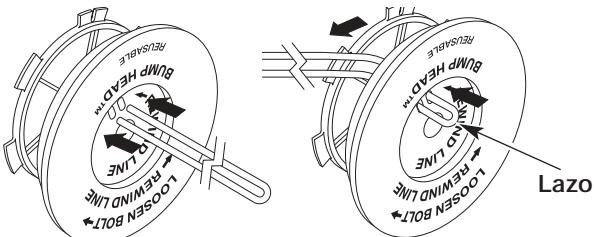

Fig. 31
6. Tome aproximadamente 40 pies (12.2 m) de nueva línea de corte, enlácela en dos longitudes iguales. Inserte cada extremo de la línea a través de uno de los dos orificios del carrete interior (Fig. 31). Pase la línea a través del carrete interior de modo que el lazo sea lo más pequeño posible.